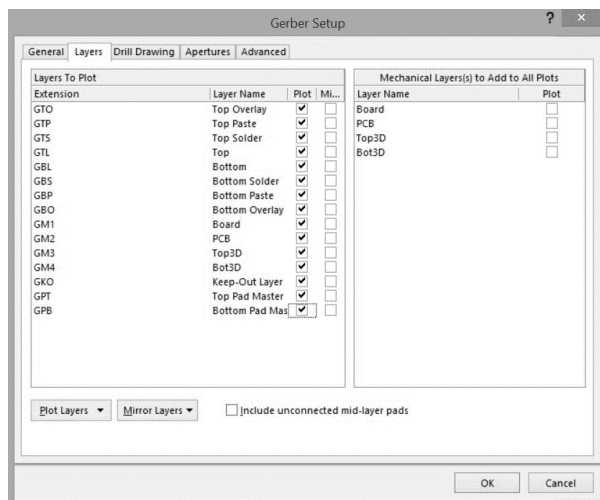

Рис. 3.83. Вкладка «Конфигурация слоев»
2) В открывшемся окне необходимо задать конфигурацию Gerber-файлов (рис. 3.83).
4) Закладка «Drill Drawing» необходима для установления соответствия диаметрам отверстия соответствующих символов для формирования графических карт сверления (рис. 3.83). Его можно пропустить, так как на современных производствах сверление выполняется на станках с ЧПУ и в картах нет необходимости.